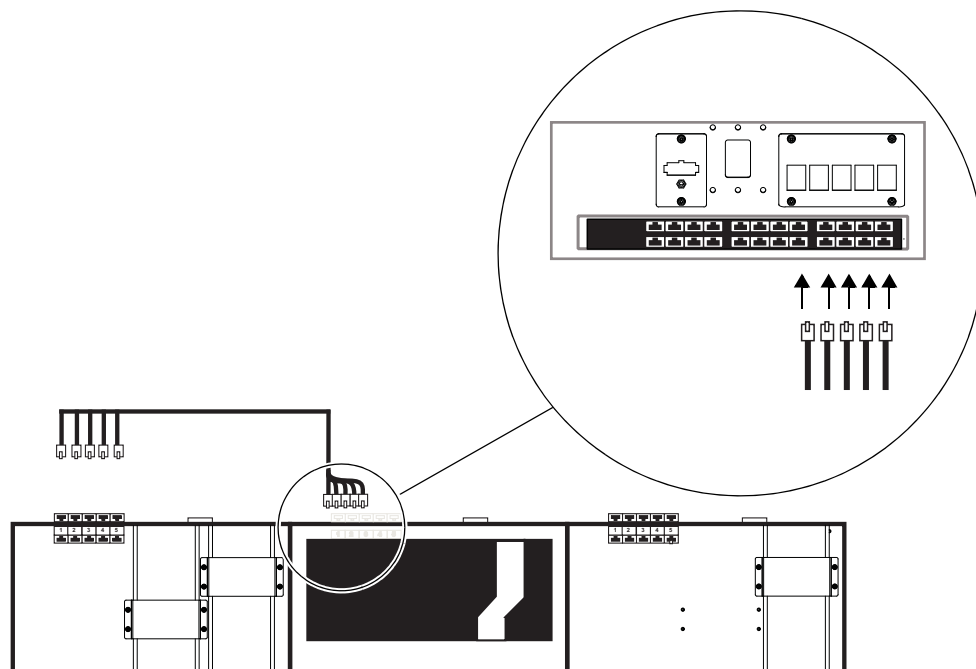

図 17. 最初のケーブル・セットを Ethernet スイッチにつなぐ様子を示した上面図（左下）、およびシャーシの背面図（右上）
- 2 Ethernet スイッチを設置したシャーシの背面に立ち、最初のケーブル・セットのケーブル1～5を、背面タイ・プレートのスロットから、Ethernet スイッチのポートにつなぎます（図 17を参照）。その際の注意事項を以下に示します。